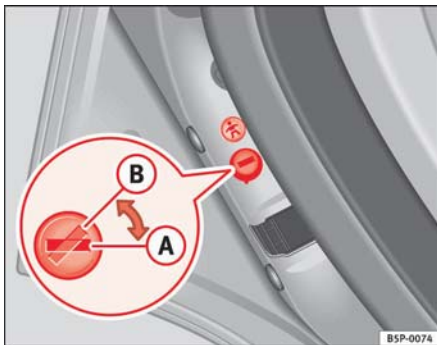
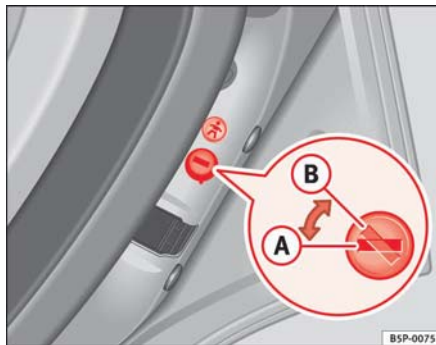

Fig. 55 Seguro para niños de la puerta izquierda: A desactivado, B activado
Fig. 56 Seguro para niños de la puerta derecha: A desactivado, B activado
- Con la puerta abierta, gire la ranura con la llave del vehículo a la posición **B** ⇒ **fig. 55** o bien ⇒ **fig. 56**.
- Con la puerta abierta, gire la ranura con la llave del vehículo a la posición **A** ⇒ **fig. 55** o bien ⇒ **fig. 56**.